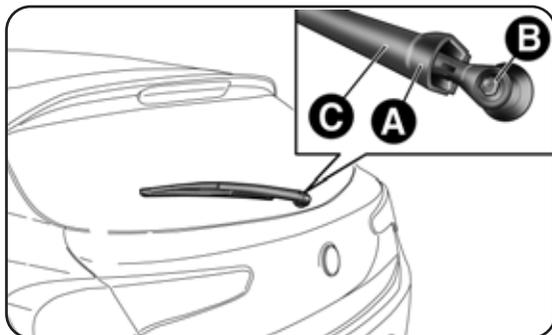

fig. 167
- solleva la copertura A-fig. 167, svita il dado B e rimuovi il braccio C;